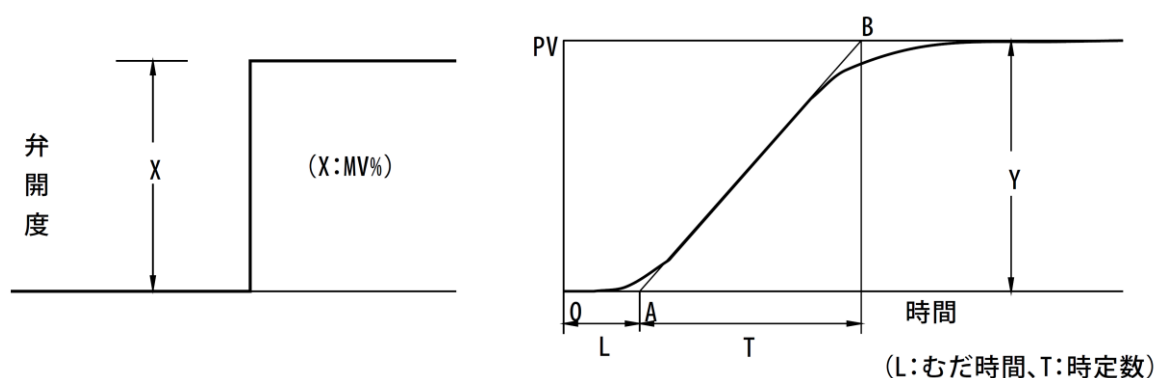

図 7 制御対象の特性の測り方
- (1) Auto/Man 切替を「**手動操作(Man)**」にし、MV を 10%にして PV 値が一定値になった時点を読みます。
- (2) MV をステップ状に 30%に変更して、PV 値が一定値になった時点を読みます。
- (3) この値をグラフ化します。時間－PV 曲線の勾配が一番急なところに接線 AB を引き、これにより L と T を求めます(図 7)。